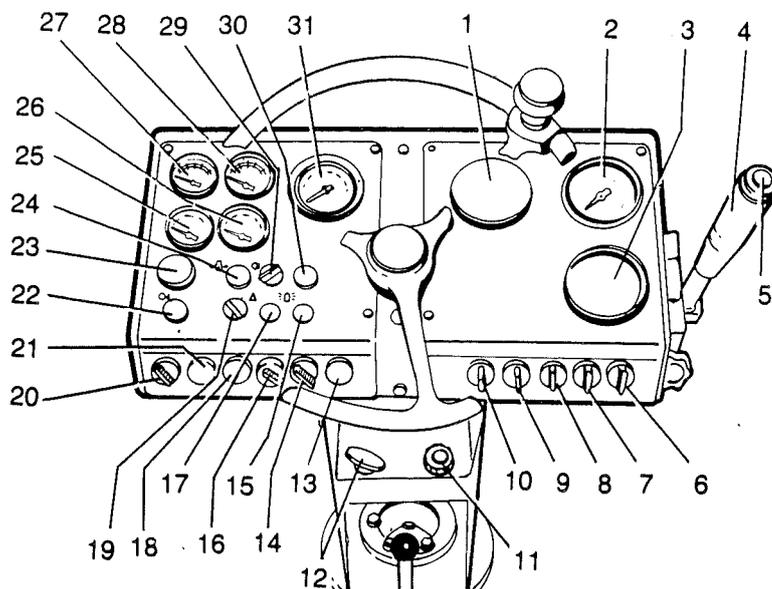

Fig. 9 Quadro strumenti
- 2 Disinserire il freno (19) fig. 9.
- 4 Durante la guida sull'asfalto inserire il dispositivo di innaffiamento (9).
- 5 Portare docilmente la leva di comando marcia (4) avanti o indietro secondo la direzione desiderata.